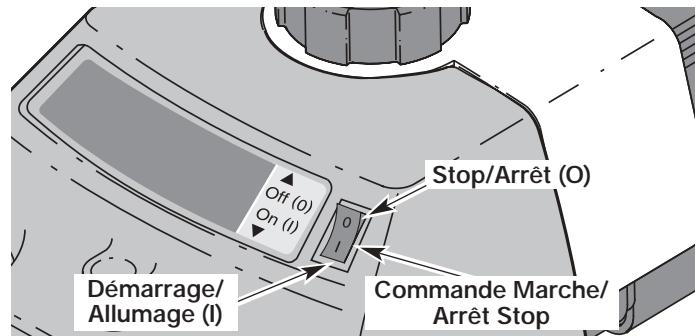
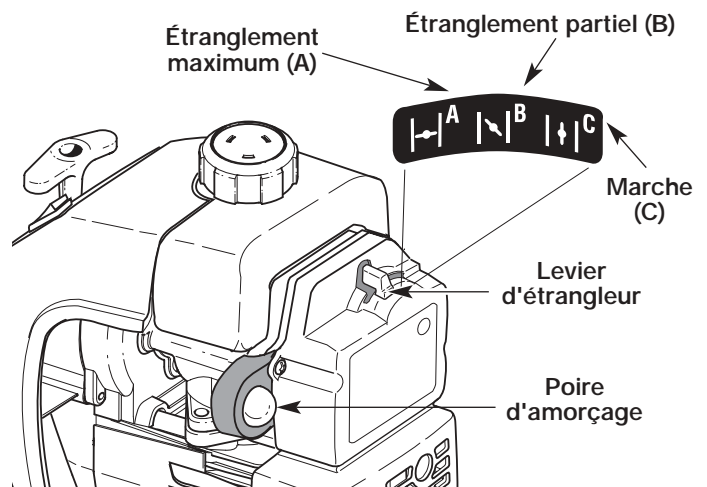

Figure 6
Figure 7
2. Mettez la commande Marche/Arrêt Stop en position **MARCHE (I)** (Fig. 6).
3. Enfoncez complètement, puis relâchez lentement la poire d'amorçage 10 fois. Vous devriez voir du carburant dans la poire (Fig. 7). S'il n'est pas visible, appuyez trois fois de plus ou jusqu'à ce qu'il apparaisse.
4. Mettez le levier d'étrangleur en position d'étranglement **MAXIMUM (A |→|)** (Fig. 7).
6. Mettez le levier d'étrangleur en position d'étranglement **PARTIEL (B |↘|)** (Fig. 7).
REMARQUE : si le moteur se noie durant le démarrage, placez le levier d'étrangleur en position **MARCHE (C |↑|)** (Fig. 7). Appuyez sur la manette des gaz. Tirez rapidement sur la corde de démarrage. Le moteur devrait démarrer après 3 à 8 coups.
9. Appuyez sur la manette des gaz de 5 à 10 secondes pour réchauffer le moteur. Mettez le levier d'étrangleur en position **MARCHE (C |↑|)** (Fig. 7).
REMARQUE : il n'est pas nécessaire d'utiliser l'étrangleur pour démarrer un moteur chaud. Mettez la commande Marche/Arrêt Stop en position **MARCHE** (Fig. 6), puis démarrez en position d'étranglement **PARTIEL (B |↘|)**. Après le démarrage, placez le levier d'étrangleur en position **MARCHE (C |↑|)** (Fig. 7).
2. Mettez la commande Marche/Arrêt Stop en position **ARRÊT (O)** (Fig. 6).